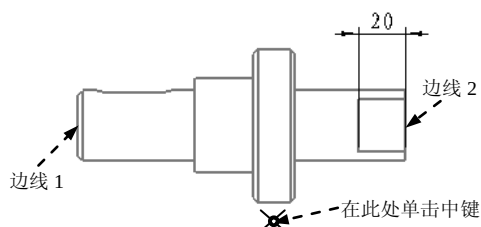
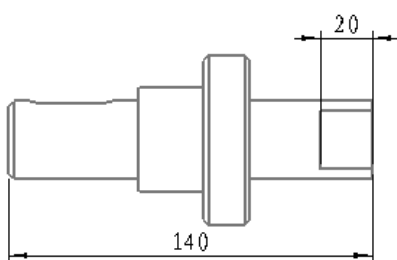

图 5.2.86 选取边线
图 5.2.87 显示尺寸 (二)
Step7. 此时系统弹出 **ATTACH TYPE (依附类型)** 菜单, 接受系统的默认的 **On Entity (图元上)** 命令, 依次选取图 5.2.86 所示主视图中的两条边线, 在图 5.2.86 所示的位置单击中键, 此时在主视图中显示尺寸, 如图 5.2.87 所示。